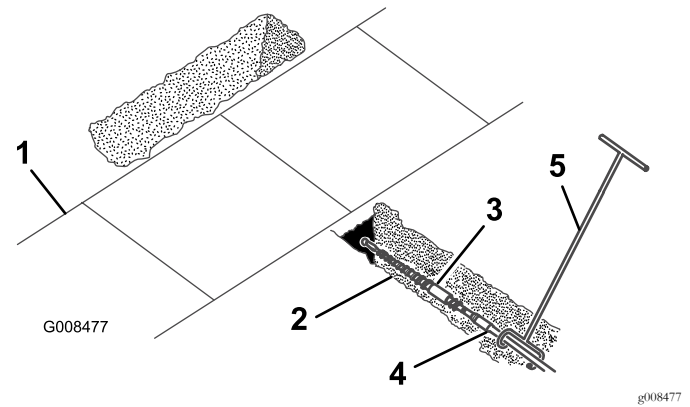

Figura 5
- Conecte la herramienta de guía de la varilla a la varilla, justo por detrás de la broca (Figura 5).
- Con la persona que va a guiar la broca colocada a la derecha de la zanja (Figura 5), arranque el motor, ponga la válvula de selección de bomba en el modo lento (tortuga) (solamente las unidades de tracción modelos 200 y 300), coloque el acelerador en una posición intermedia y tire de la palanca hidráulica auxiliar hacia atrás para que la broca comience a rotar hacia adelante.
- Mueva la unidad de tracción lentamente hacia adelante; la persona que tiene la herramienta de guía de la varilla debe guiar la penetración de la broca en el suelo (Figura 5).